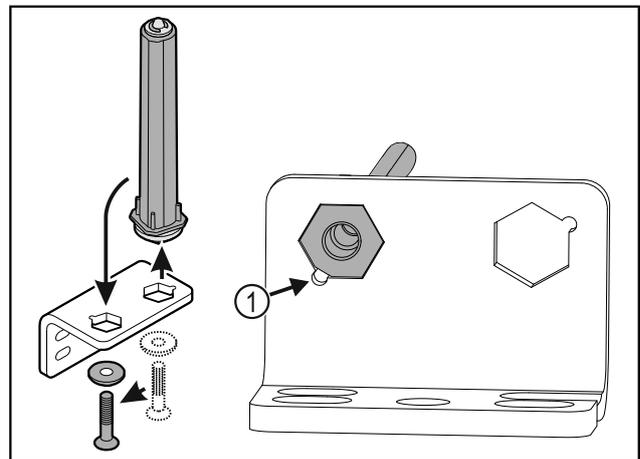

Fig. 36
- Verificare che durante l'inserimento lo smusso del perno Fig. 36 (1) sia rivolto verso il foro circolare.